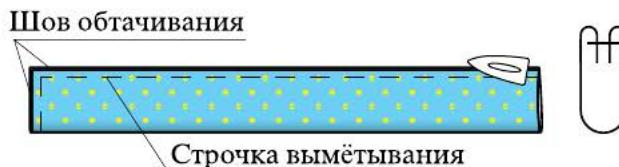

Рис. 6.46. Вымётывание деталей
3. Выверните деталь бретели на лицевую сторону с помощью карандаша, выправьте швы и углы бретели с помощью кольышка. **Выметайте** на расстоянии 2 мм от шва, располагая шов точно на сгибе, **приутюжьте**. Удалите **СВН**, снова **приутюжьте**. Так же обрабатывают вторую деталь бретели и пояса (рис. 6.46).